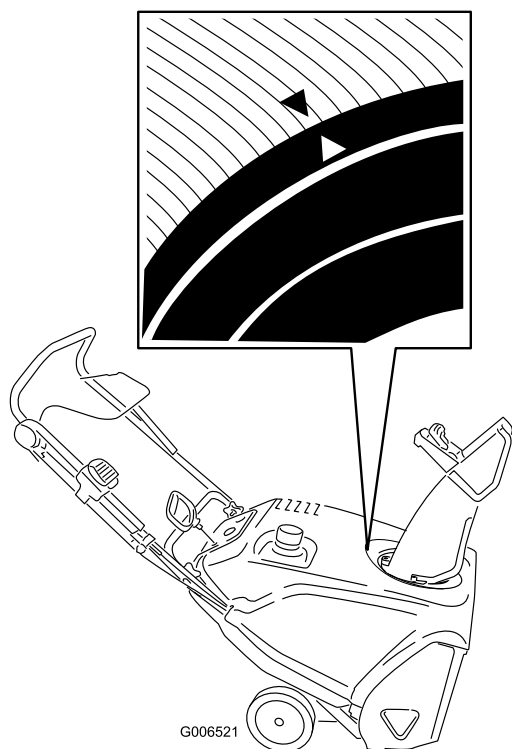

Figure 43
- Tournez le déflecteur en avant, en alignant la flèche située à l'arrière sur celle située sur le carénage (Figure 43).